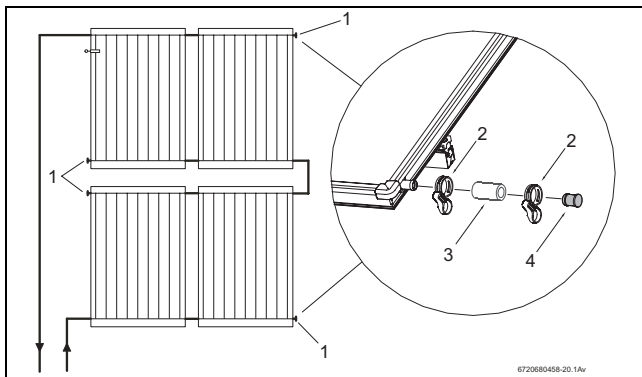

Рис. 53 Установка заглушек
Установите заглушки на неиспользуемые подключения коллектора (рис. 53, [1]).
- ▶ Наденьте шланги 55 мм (рис. 53, [3]) с предварительно установленными в них заглушками на оба свободных штуцера.